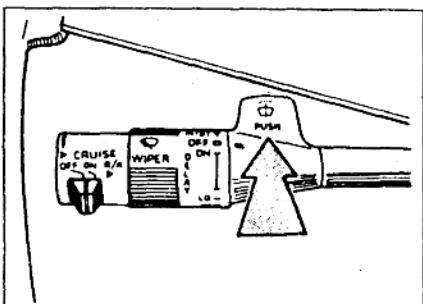

图1-8 风挡洗涤器的控制
(3) 风挡洗涤器的控制。当需要向前风挡喷洒洗涤液时,推动组合开关杆上部的叶片开关,如图1-8所示,风挡洗涤系统就会向前风挡喷洒洗涤液,与此同时刮水器也将以低速进行工作。当放开叶片开关时,喷洒停止。为了使刮水器停止工作,应再转动刮水器旋钮,到“OFF”(断开)位置。